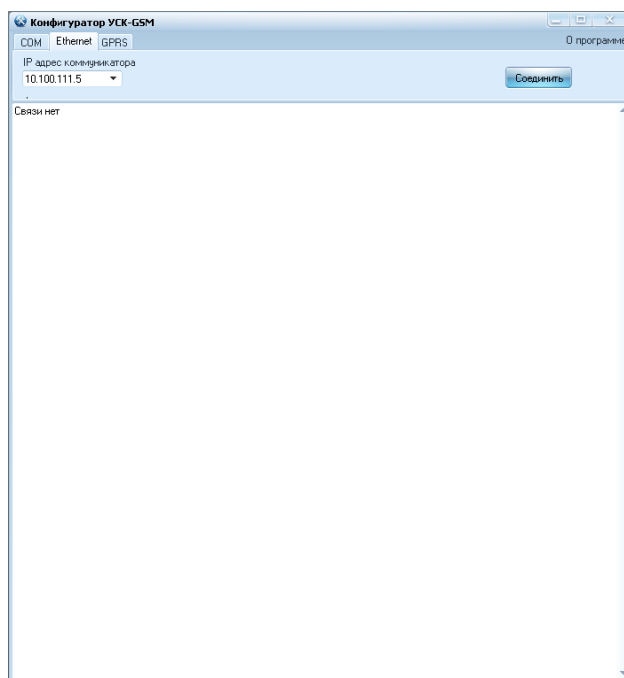

Рисунок 4. Внешний вид программы «Конфигуратор УСК-GSM» при запуске.
- На компьютере запускается программа «Конфигуратор УСК-GSM» (см. рис. 4)